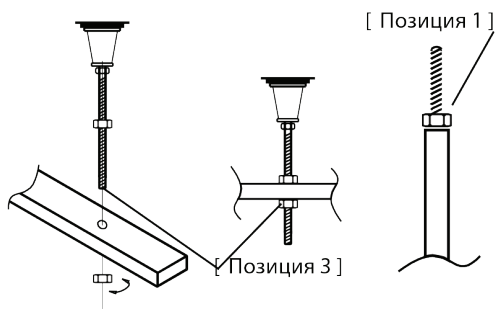

Рис. 2
4. Установить пластмассовые опоры на шпильку M12x150-200 и закрепить их на раме с помощью гаек M12 (рис.2, позиция 3).